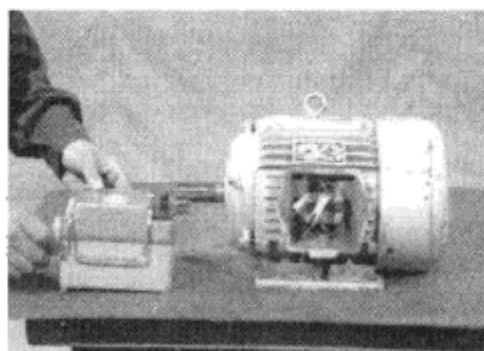

图 3-24 测量绝缘电阻
① 测量绝缘电阻 (如图 3-24 所示)。当绝缘电阻较小时, 要清洁附着在绕组上的灰尘, 必要时进行干燥处理。